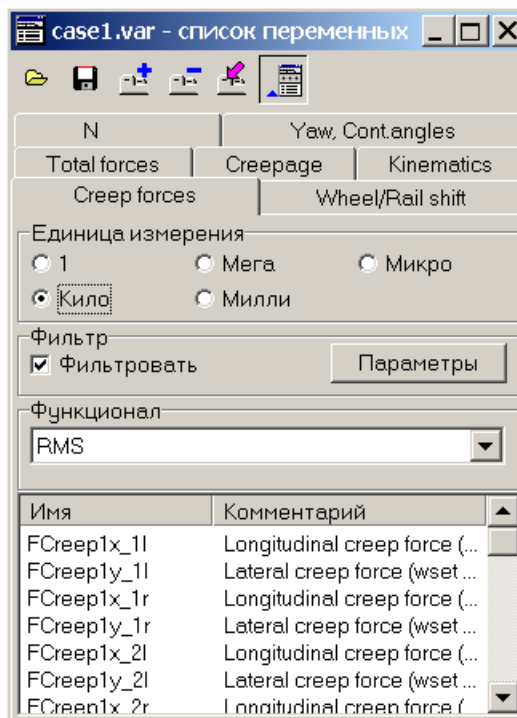

Рис.4.25. Настройки статистической обработки групп переменных
-  – настройки статистической обработки групп переменных (единица измерения, параметры фильтра, функционал и т.д. (рис.4.25). Настройки используются при обработке результатов сканирования (Гл.6, п. *Обработка результатов сканирования*).